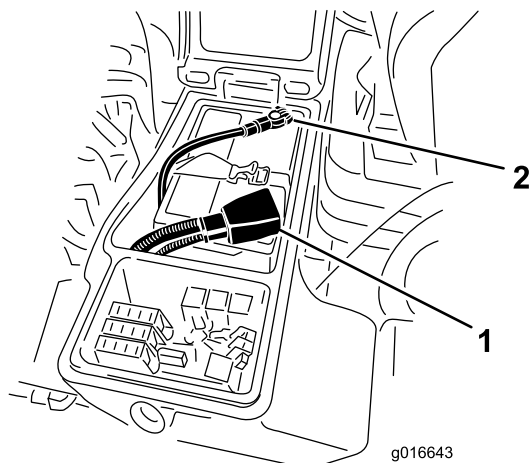

Figure 62
6. Raccordez le câble positif (rouge) de la batterie à la borne positive (+) et le câble négatif (noir) à la borne négative (-) (Figure 62).